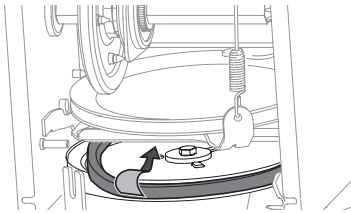

Figura 89
7. Retire la correa de alrededor de la plega de la barrena y deslice la misma entre la ménsula de soporte y la plega de la barrena (Figura 89).